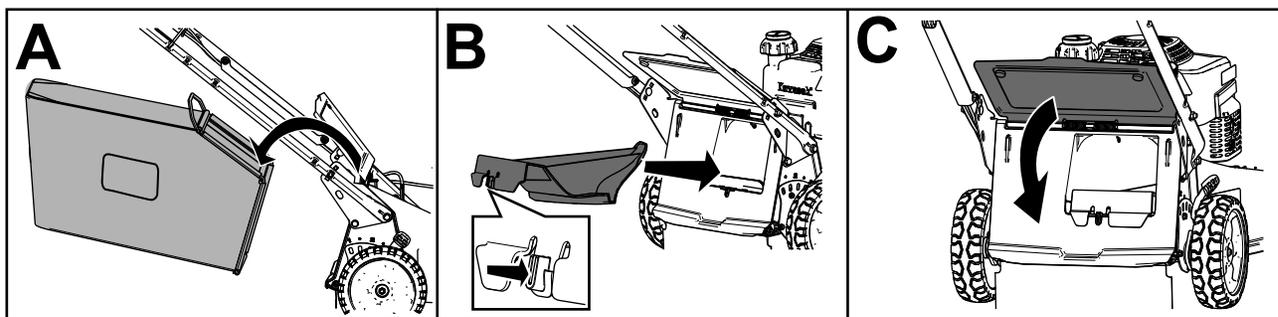

Figura 19
- Se o saco de relva estiver na máquina, retire-o (A de Figura 19).
- Se o bujão de descarga traseira não estiver instalado, agarre-o pela pega, eleve o defletor traseiro e insira-o na calha de descarga traseira até que encaixe no sítio (B de Figura 19).
3. Retire a barra do saco de relva das ranhuras na base da pega (A de Figura 19).
4. Insira o bocal de descarga (B de Figura 19).
5. Baixe o defletor traseiro (C de Figura 19).